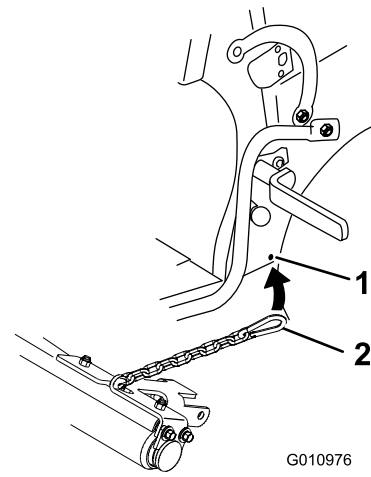

Figura 8
4. Enganche el extremo de la cadena en el taladro de la pletina delantera inferior de la plataforma (Figura 8).